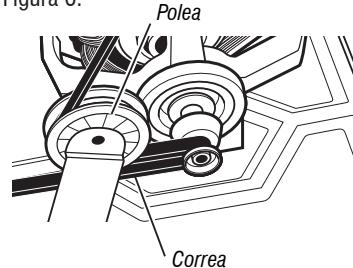

Figura 6: Quite lentamente la correa del tambor
- Con un ohmímetro, verifique la continuidad entre el terminal neutro (N) del enchufe y J8-3 (cable blanco) en el ACU. La parte izquierda de la Figura 6 muestra la posición del terminal neutro (N) en el enchufe del cable eléctrico. También consulte la ilustración 1, pág. 105.
- > Si no hay continuidad, verifique la continuidad del cable eléctrico de forma similar a la indicada en la Figura 6, pero para el hilo L1 del cable eléctrico.
7. Compruebe el motor de accionamiento. Quite lentamente la correa del motor de la polea accionada a resorte dejando caer suavemente la polea. Consulte la Figura 6.